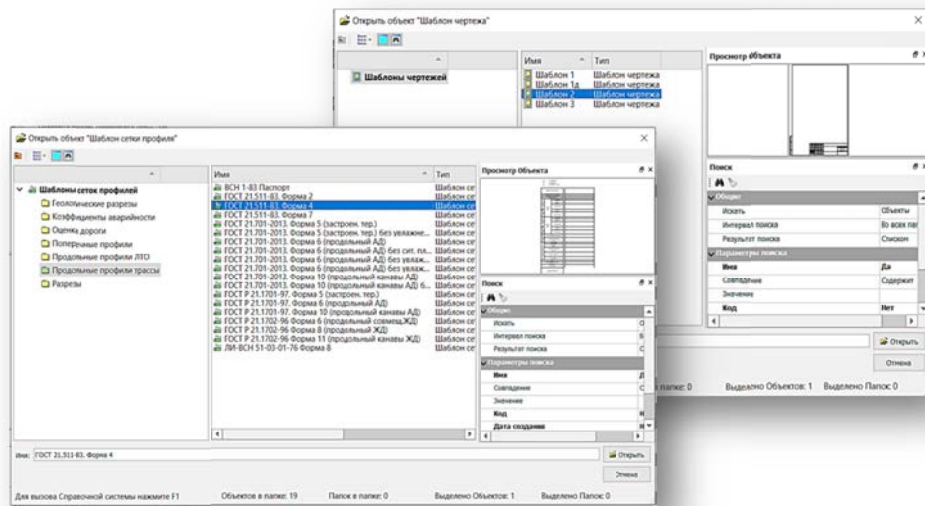

Рис. 6.24. Выбор шаблонов чертежа и сетки профиля
- Из классификатора выполните выбор **Шаблона чертежа** (рис. 6.24).